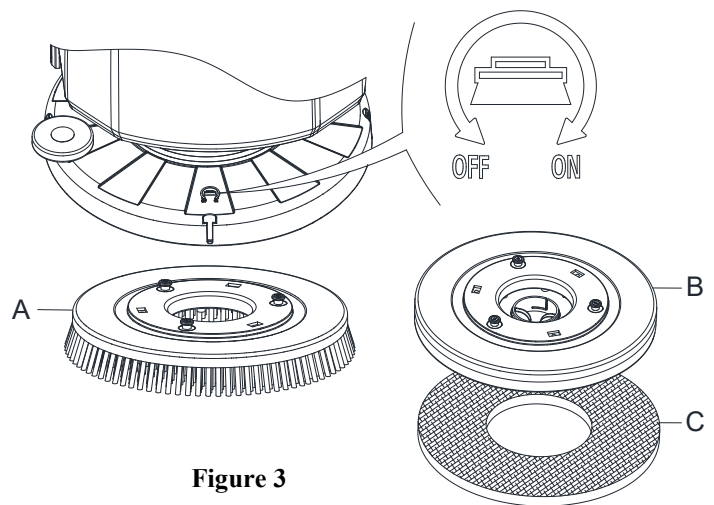

Figure 3
Installer soit la brosse (A, Figure 3) ou le support de disque (B et C, Figure 3) selon le type de sol à nettoyer.
3. Placez les brosses (A, Figure 3) ou le support de disque (B, Figure 3) sous le plateau (12, Figure 1).
7. Si l'étape n° 6 ci-dessus s'avère difficile, utilisez la méthode manuelle en tournant la tête de lavage dans la direction opposée au sens de rotation normal (ON) pour installer la tête de lavage (comme indiqué à la Figure 3).